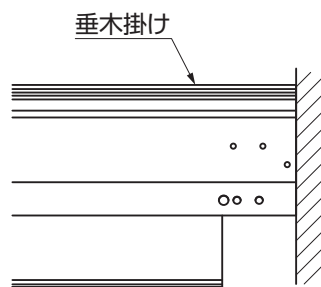

図4-2 入隅時の垂木掛けの位置
- 入隅の場合は図4-2のように垂木掛けを取付けてください。